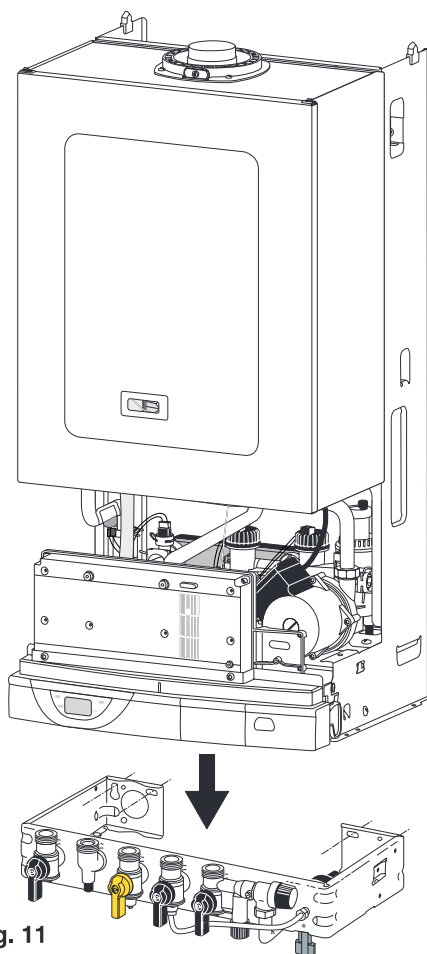

Fig. 11
- présenter la chaudière au dessus de la barrette, la laisser descendre en appui sur celle-ci (fig. 11), les pattes d'accrochage sont destinées à éviter le basculement de l'appareil